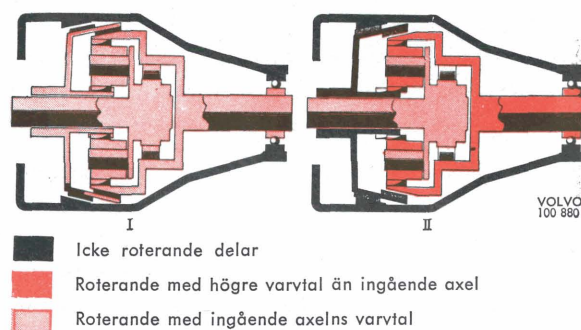

Bild 2. Överväxelns verkningsätt
I direktväxelläge är kopplingslamellen (43) i läge I, bild 2. Vid körning framåt överföres kraften från växellådans huvudaxel (59) genom frihjulet (33, 34) till överväxelns utgående axel (25). Vid backning eller motorbromsning överföres vridmomentet genom kopplingslamellen. Detta är möjligt därigenom att kopplingslamellen av fyra fjädrar (54) pressas mot utgående axelns koniska del. Vid överväxelläge pressas kopplingslamellen mot bromstrumman (41), se II, bild 2. Solhjulet är härvid låst. Vid körning tvingas därför planethjulen (38) att rotera kring solhjulet (46). Som en följd härav kommer utgående axeln att rotera snabbare än huvudaxeln.